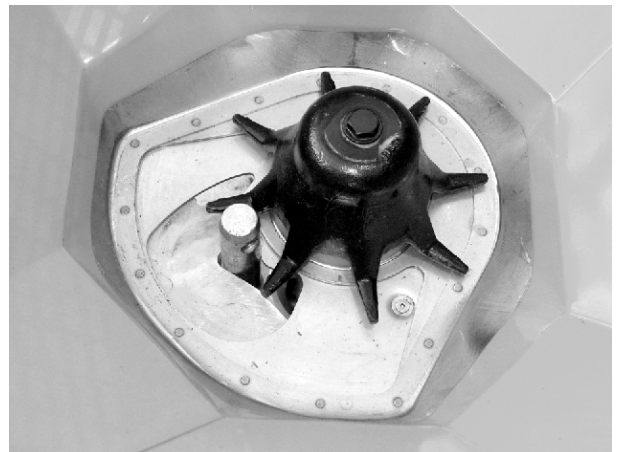

Рис. 59: Болт нижньої тяги в дозувальному отворі
- ✓ Заслінка дозатора злегка притиснута до болта. Див.. *Рис. 59 Болт нижньої тяги в дозувальному отворі.*